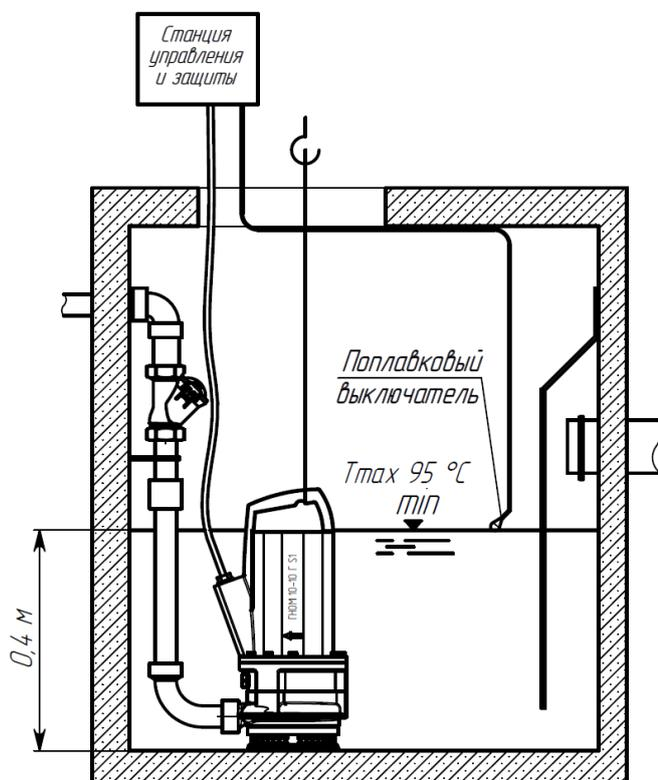

Рисунок 6 - Схема стационарной установки электронасоса.
2.5.4 При автоматическом режиме (рисунок 6) пуск и остановка электронасоса осуществляется в автоматическом режиме по датчику уровня.